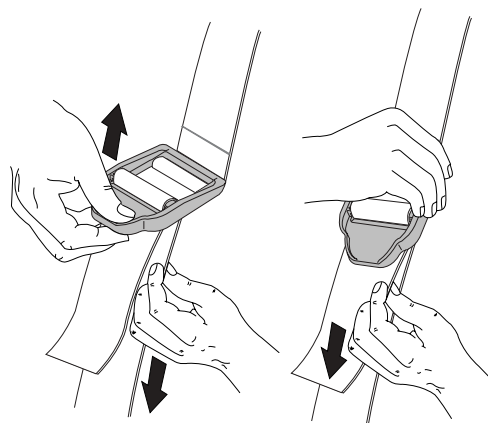

Fig. 9
4. Réglez la longueur en fonction de la taille de l'opérateur. Tirez la languette pour rallonger, ou tirez la bande pour raccourcir (Fig. 9).